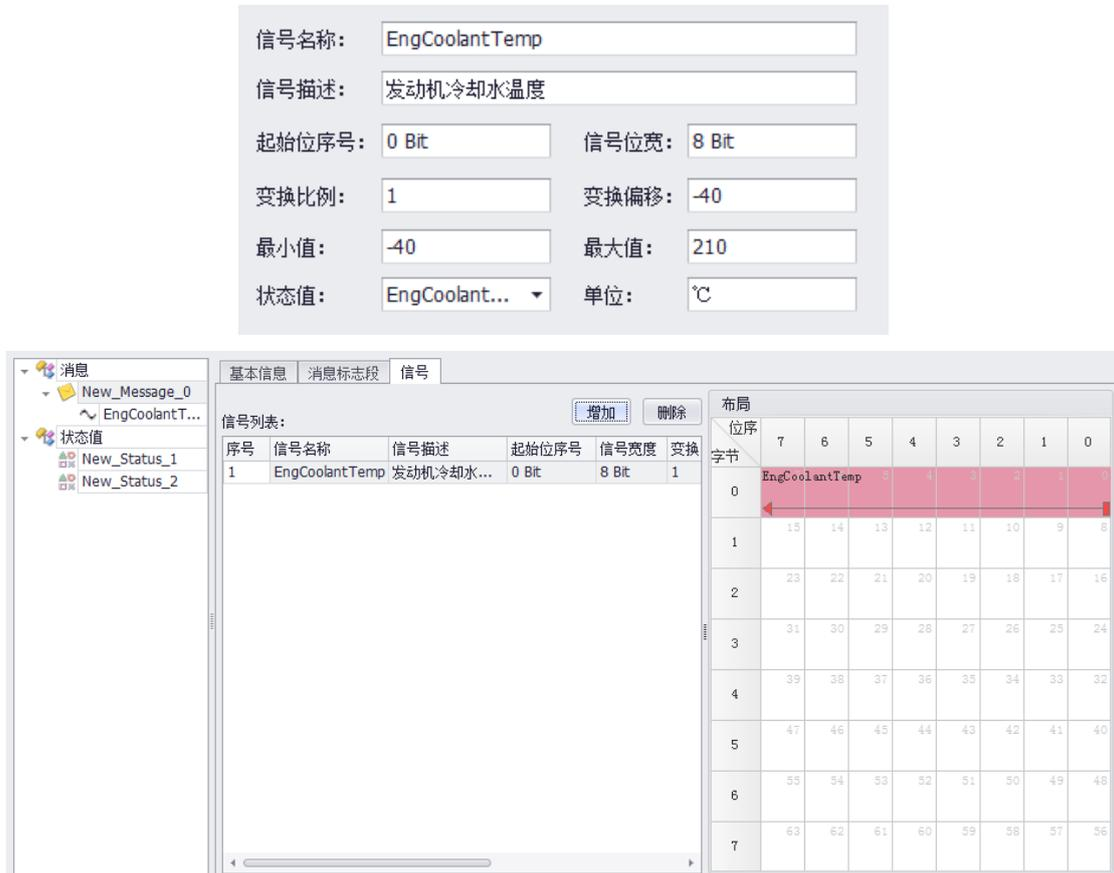

图 8.202 自定义协议_新建信号
- (4) 信号：当这个消息被触发后，报文中的哪些信息将被使用。如图 8.202 所示，按 J1939 协议的定义发动机冷却水温度，为 0xXXFEEEXX 的第一个字节，范围为-40℃~210℃。所以我们可以新建信号。这样我们就得到了一个可以应用的变量——EngCoolantTemp。变量的最终值=报文中原始数值×变换比例+变换偏移。变换偏移可以是负值。